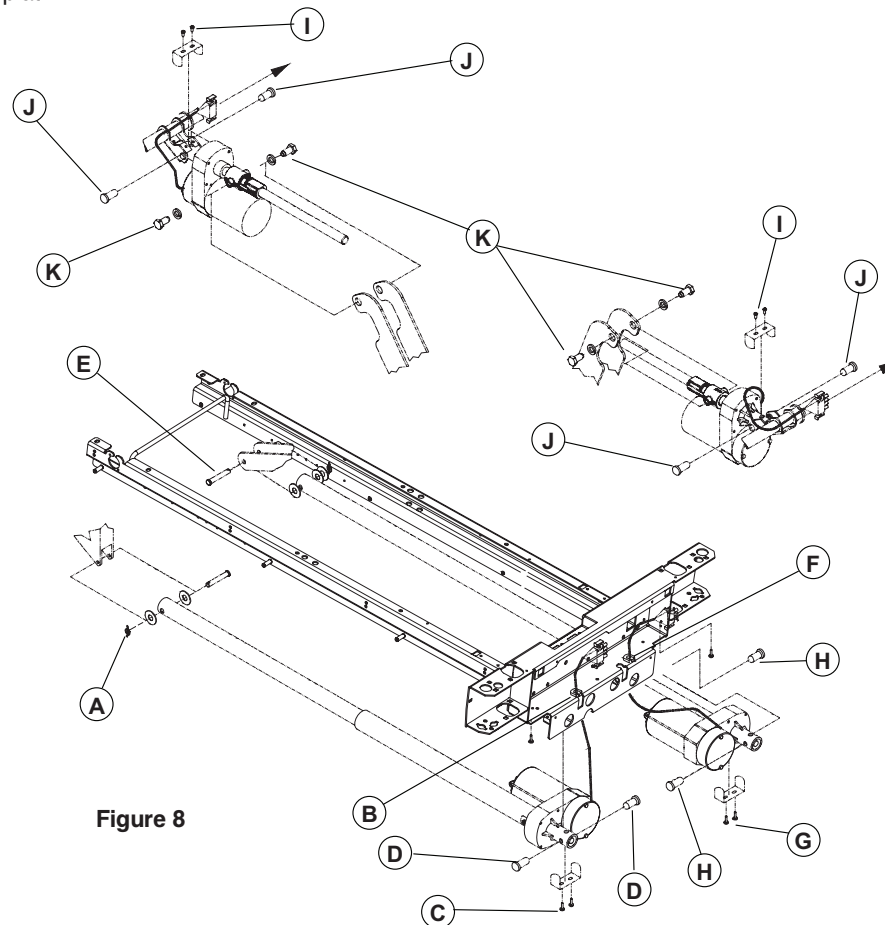

Figure 8
4. À l'aide de pince à becs pointus, retirer la goupille à fermeture enroulante, les rondelles et l'axe de chape (E, Figure 8, à la page 42) reliant les bras du levier de la section de cuisse au tube du vérin de cuisse.
7. À l'aide d'un tournevis Phillips n° 2, retirer les deux vis (D) fixant l'activateur du micro interrupteur à la section de cuisse. Installer l'activateur du micro interrupteur sur la nouvelle section de cuisse.
À moins d'indication contraire, se reporter à la Figure 8, à la page 42, pour cette procédure.